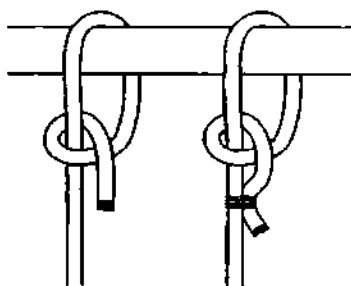

Рис. 510. *Простой полуштык*.
*Простой полуштык* – это *простой узел*, завязанный на опоре (рис. 510). *Простой полуштык* в основном вяжется как вспомогательный узел в комбинации с другими узлами. *Простой полуштык* надёжен и крепок только с прихваченным ходовым концом, без бензеля он вяжется очень редко, так как является ненадёжным и слабым узлом.